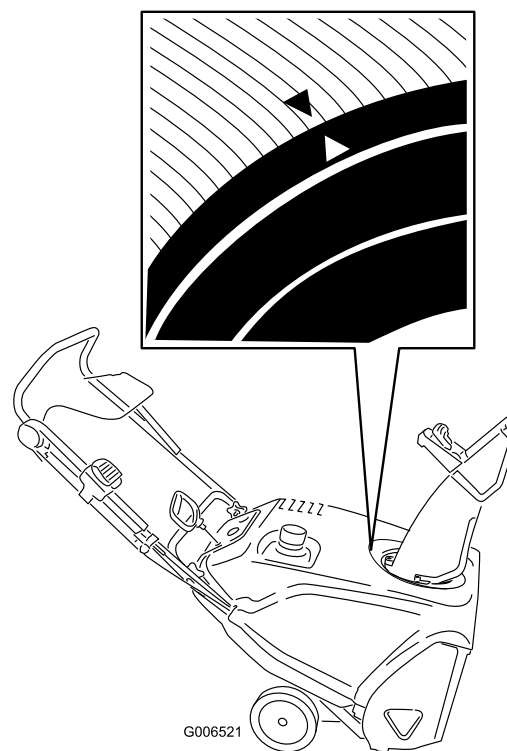

图34
3. 旋转排放卸槽使其朝向正前方排放斜槽背面的箭头与保护罩上的箭头对齐图34。